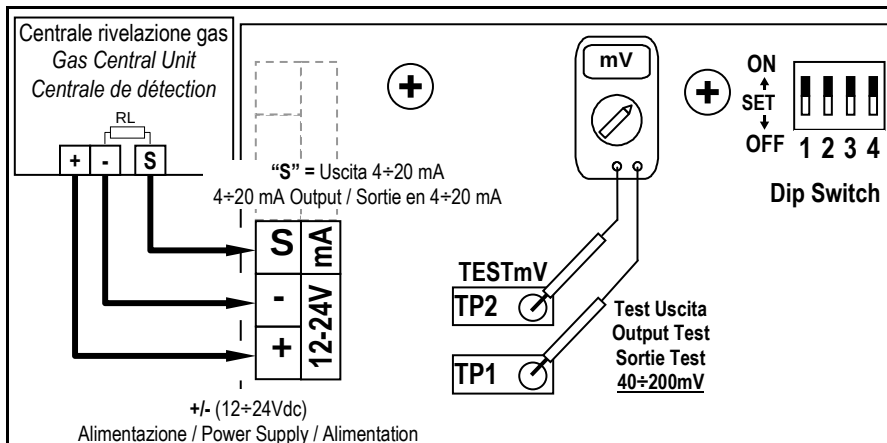
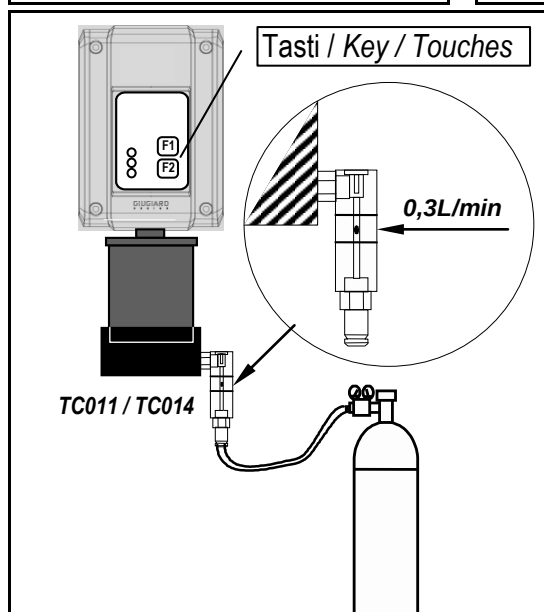
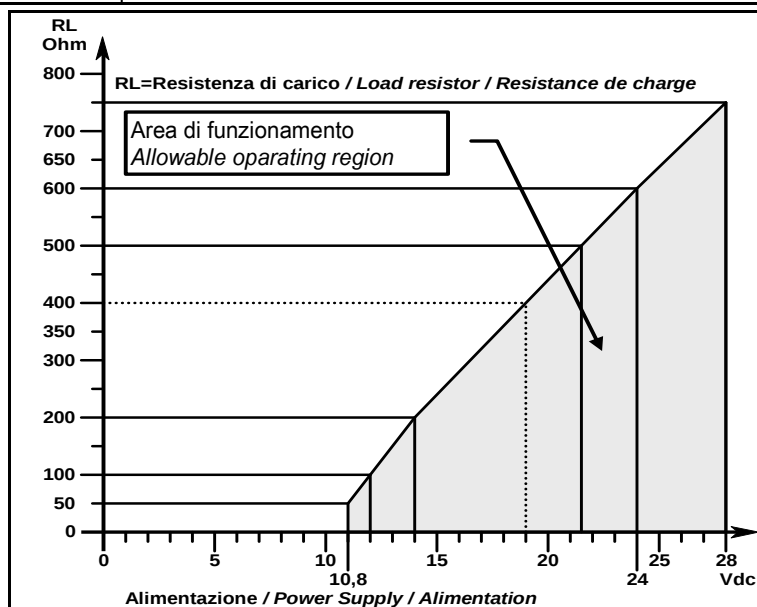

Fig. 2 - Schema di collegamento / Wiring diagram / Schéma
Fig. 3 - Tester di calibrazione / Calibration Tester / Kit de Calibration
Fig. 4 - Alimentazione / Resistenza di Carico 4÷20mA
Raccordements électriques (Fig.2): la distance maximale à laquelle chaque détecteur peut être raccordées à la centrale est indiquée dans le Tableau 1 en fonction de la section du câble utilisé. Un câble écran est normalement utilisé, avec 3 conducteurs. Si l'on utilise une alimentation 12Vcc la résistance maximale de charge (RL) sera de 50 Ω , si on utilise une alimentation 24Vcc la RL sera de 500 Ω (Fig.4).
COMPATIBILITE' AVEC AUTRES CENTRALES: En cas d'utilisation d'une centrale différent de GECA, calculer la résistance de charge maxi en utilisant la charte selon la Fig.4. L'alimentation à 24Vcc est conseillée.
L'étalonnage doit être exécuté en air propre exclusivement (milieu sans la présence de gaz inflammables ou autres). À l'aide des touches exécuter le **Code d'Etalonnage**. Attendre que les LED Jaune et Verte s'allument en feu fixe et que la LED Rouge clignote. Coiffer la tête de détection avec le TC011, régler le débit du gaz, (0,88%v/v méthane+air), de manière que le débitmètre indique 0,3 l/min environ, (Fig.3). Attendre 3 minutes environ, puis, quand la Rouge s'allume et pendant qu'elle est ALLUMÉE, presser la touche F2 et maintenir cette pression tant que la LED Rouge ne restent pas éteints durant au moins 2 secondes, si la LED Rouge continu à clignoter, attendre que le LED Rouge se rallume et répéter l'opération. Fermer la bouteille et ôter le TC011. À ce point, deux cas peuvent se vérifier:
Coiffer la tête de détection avec le TC011, régler le débit du gaz, (0,88%v/v méthane+air), de manière que le débitmètre indique 0,3 l/min environ, (Fig.3) vérifiez avec le voltmètre sur les bornes de test "TEST mA" (fig.2) que la valeur en mV est atteinte, indiquée en le **tableau 3 - Colonne 6**. [Ou bien que la sortie en mA augmente jusqu'à la valeur indiquée dans la **colonne 7** ($\pm 0,2$ mA) et que la centrale à laquelle le détecteur est connecté indique une